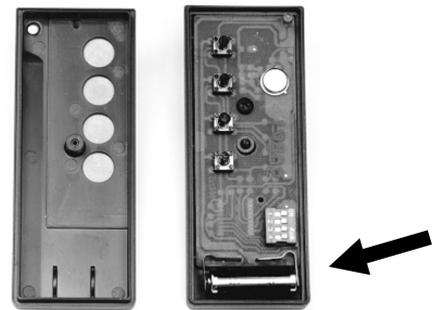

Abb. 20
1. Die an der Rückseite der Fernsteuerung befindliche Schraube herausdrehen und die die Fernsteuerung bildenden zwei Schalen trennen (Abb. 20).
- 2) Die Batterie der Fernsteuerung ist leer (siehe "Ersatz der Fernsteuerungsbatterie", Abb. 20).